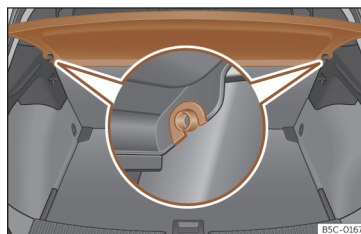

Fig. 172 Na bagageira: desmontar e montar a chapeleira.
- Desencaixe a chapeleira dos suportes laterais >>> **Fig. 172** puxando-a para cima e retire-a.
- Introduza a chapeleira horizontalmente fazendo coincidir a «fechadura» sobre o eixo dos suportes >>> **Fig. 172**, e pressione para baixo até que encaixe.